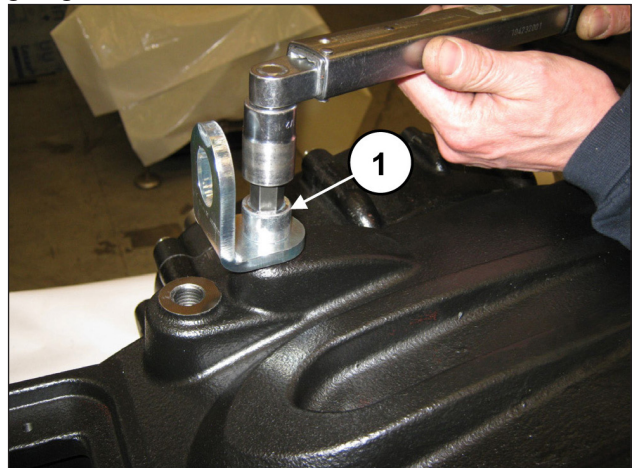

Abb. 99
Bringen Sie die Verschlüsse und Hehebügel mit den entsprechenden Schrauben M16x30 an (Pos. ①, Abb. 99). Eichen Sie die Schrauben mit einem Drehmomentschlüssel, wie in Kapitel 3 EICHWERTE FÜR DEN SCHRAUBENANZUG gezeigt.